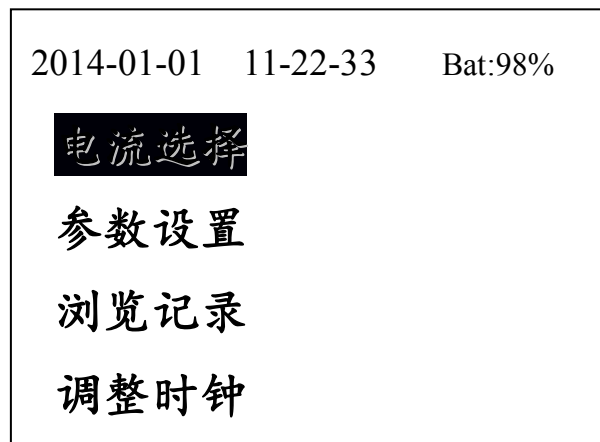
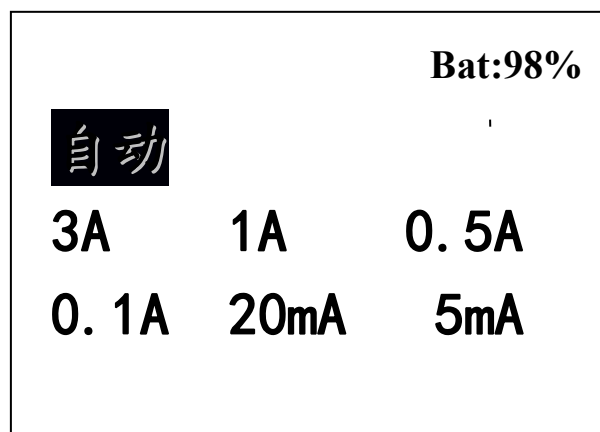

图 2
图 3
9. “充电”仪器内部电池充电指示，插上AC220时，“充电”灯亮，表示仪器电池充电。开机主菜单和电流选择菜单显示电池电量“Bat:98%”，如图2，图3。当电量低于40%时，数字变成红色，提示充电。
仪器自检后进入主菜单，如图 2
1) **选择电流：**进入此菜单，如图 3
测量结束后，按“取消”返回上一级菜单。仪器放电完毕后如图 4，返回图 3 菜单。